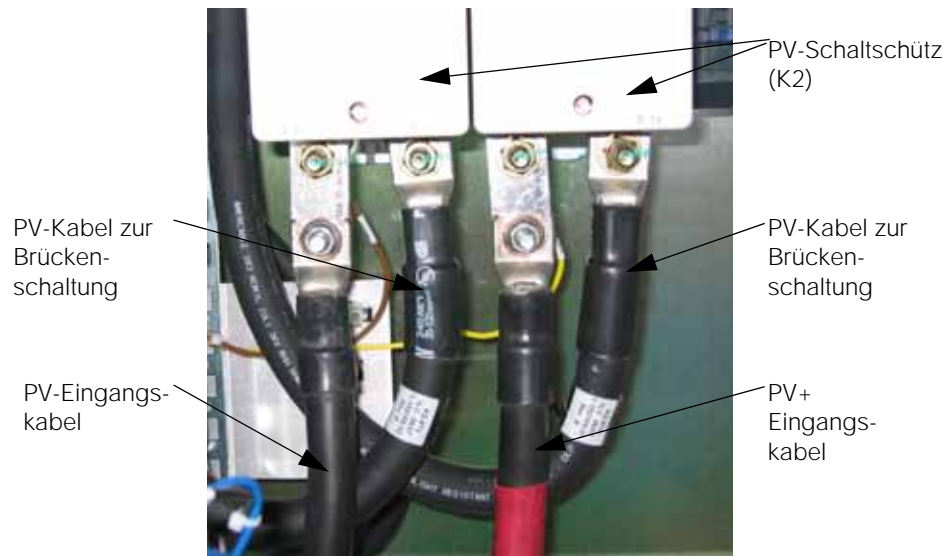

Abbildung 3-7 PV-Generatorkabelführung
Die Gleichspannungsklemmen befinden sich in Gehäuse (PV+ und PV-). Für die Klemmen werden Quetschringverbindungen oder ein Kabelschuh benötigt. Die Lage dieser Klemmen finden Sie in Abbildung 3-7 auf Seite 3-10.
2. Führen Sie die PV-Generatorkabel durch die untere Kabeldurchführung, und schließen Sie diese jeweils an die DC(+)- /DC(-)-Klemmen am DC-Schütz an. Siehe dazu Abbildung 3-7.